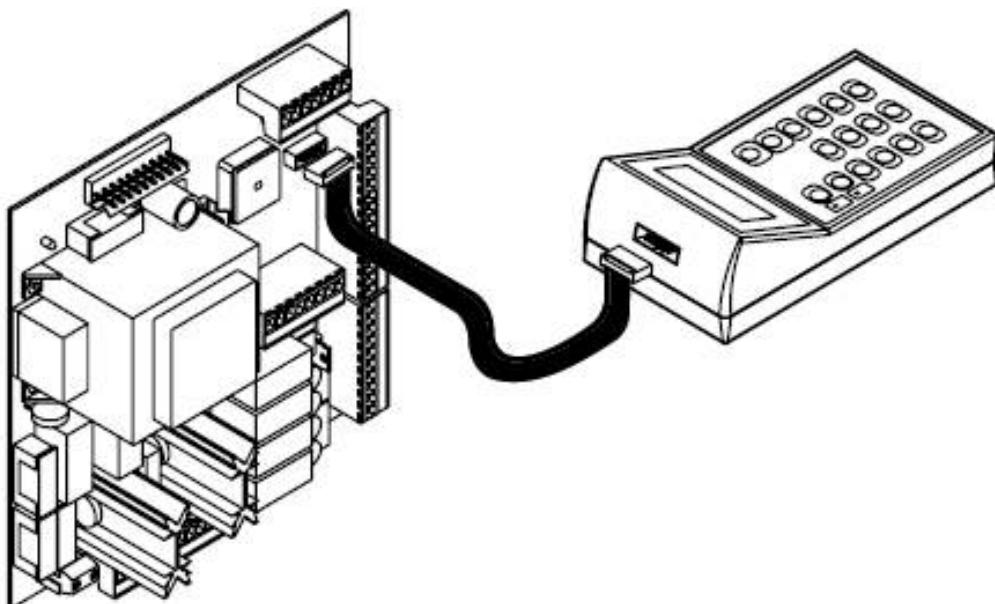

рис. 5
A) Для света подсоедините UNIPRO (рис.5) к плате SUPER и установите в положение 1 функции «Блокировка имп. OTKP», «Блокир. Имп. TFA», «локика 2-4 шаговая», «предупр». Переключатели DIP на плате SSR5 3.